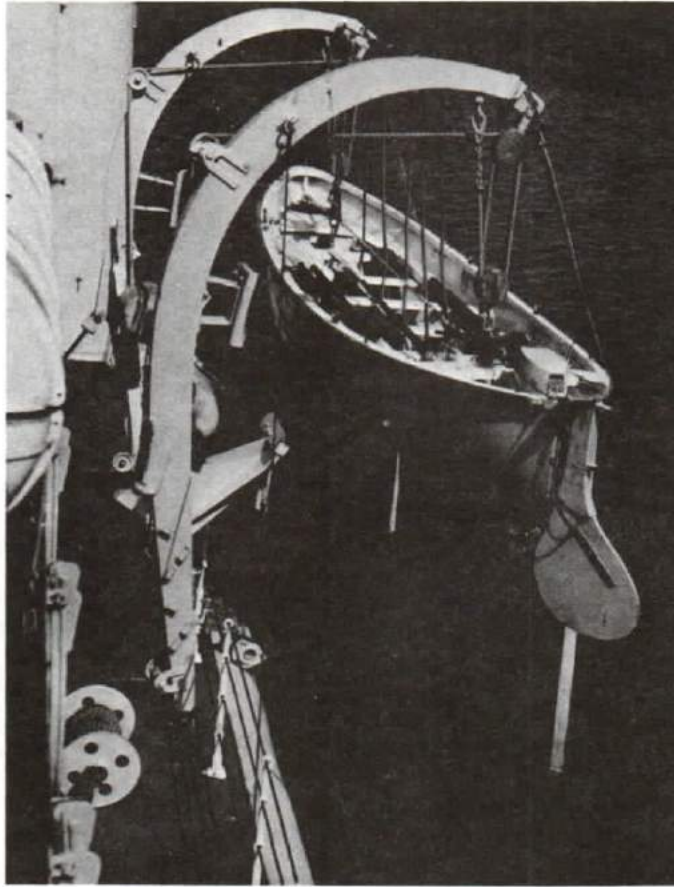

Figure 12-2
1. Whalers are of a sturdy fibreglass construction and are ideal for rescue work at sea. They are relatively simple and quick to launch and recover, and are carried in all Canadian ships. See Figure 12-2.
1. Les baleinières sont construites en fibre de verre robuste et elles sont faites pour les opérations de sauvetage en mer. Elles sont assez simples et faciles à amener et à hisser. On les trouve dans tous les navires canadiens (voir la figure 12-2).